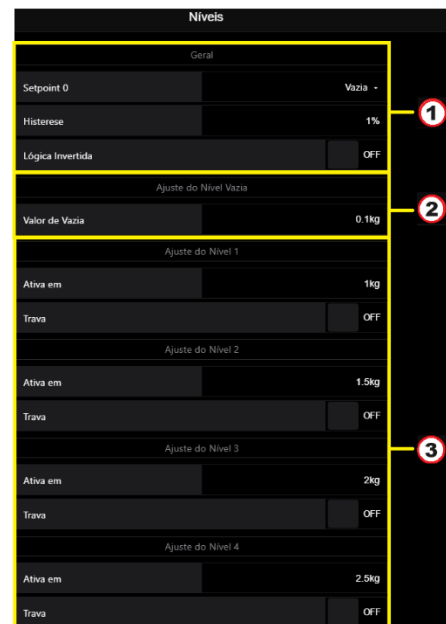

Figura 54 – Página de configuração de Níveis via Alfa Web Monitor
A configuração da funcionalidade de saída de níveis pode ser também configurada através da interface Alfa Web Monitor. No primeiro bloco de configurações, definido pelo item 1 da Figura 54, pode-se escolher entre a utilização do setpoint 0 como Vazia ou Nível 0, a histerese e a utilização de lógica invertida em seus acionamentos.